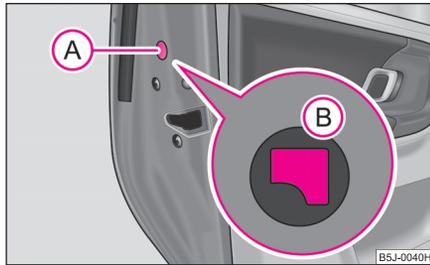

Fig. 23 Bloqueo de emergencia de la puerta
- Desmontar el paramento (A) ⇒ fig. 23.
- Insertar la llave en la abertura debajo del paramento y empujar la palanca de inmovilización (B) hacia dentro hasta el tope.